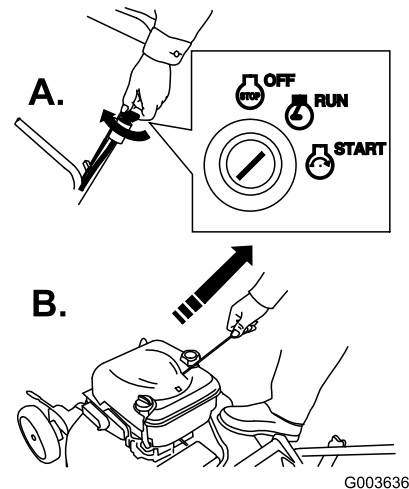

Figure 26
- Tournez la clé de contact à la position de Marche et tirez la poignée du lanceur au moteur (Figure 26).